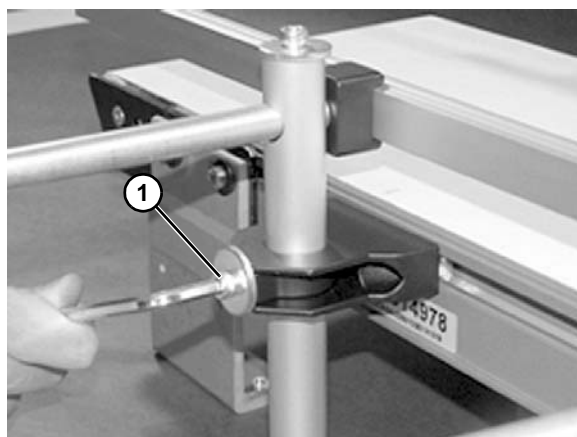

Figura 42
7. Ajuste la altura del raíl con el tornillo inferior (Figura 42, artículo 1).